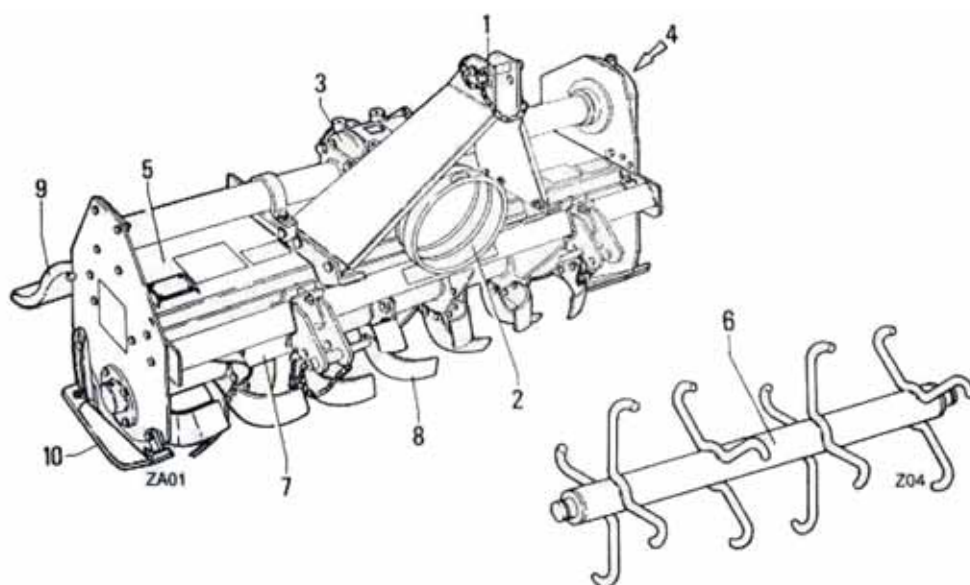

Figure 5
9. **Capot arrière** : le capot est mobile (Fig. 5).
Pièces importantes de la Figure 5 :